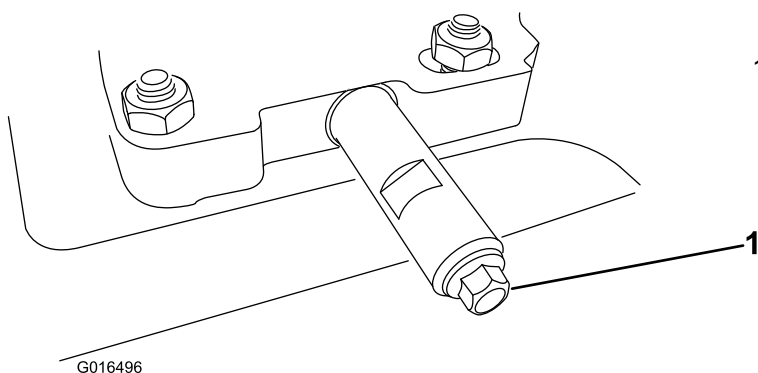

Figura 31
2. Limpie la zona alrededor del tapón de vaciado del aceite (Figura 31).